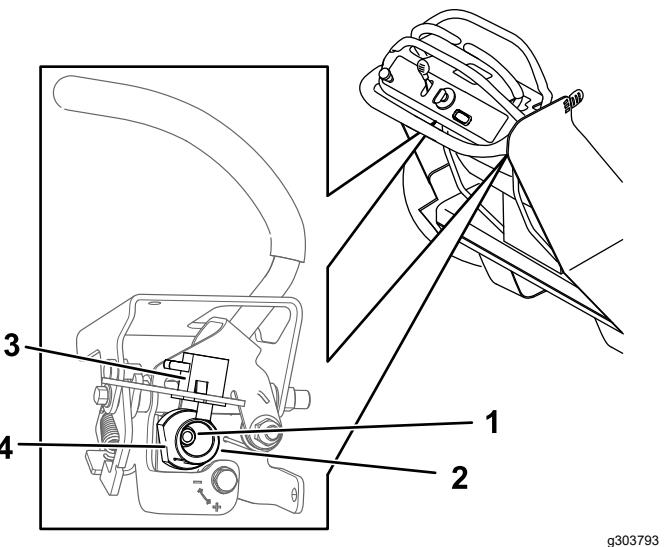

Figura 61
5. Afloje la tuerca que sujetá la leva de la palanca de control de movimiento que está ajustando (Figura 61).
6. Ajuste la leva hasta que quede alineada con la otra palanca de control de movimiento, y apriete la tuerca y el perno de la leva (**Figura 61**).
Importante: No gire la parte plana de la leva más allá de la posición vertical. El interruptor de control de presencia del operador nunca debe tocar la parte plana de la leva (**Figura 61**).